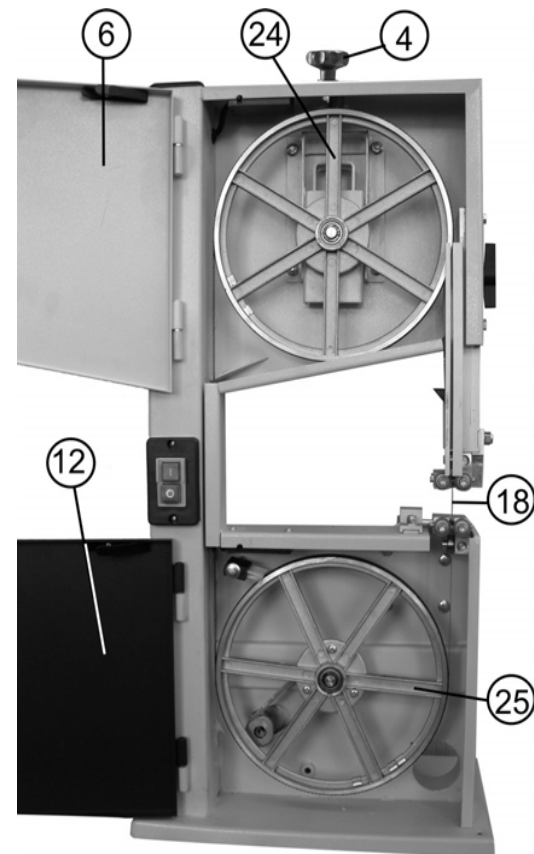

Рис.7
11.3. Регулировка смещения пильной ленты (Рис. 7, 8)
- 13.3. Уход за поверхностью колес (Рис.7).**
Во избежание возможных негативных последствий регулярно: удаляйте опилки и пыль во внутренней части пилы со всех элементов конструкции и с колес (24) и (25) (Рис.7); Очищайте смолу, накапливающуюся на рабочем столе (11), Рис.2, направляющих пильной ленты (9) и (32), Рис.9,10, и подшипниках (28,30,34,40,35) . (Не используйте растворители). С помощью жесткой щетки, удаляйте смолу и опилки с колес (24) и (25), Рис.7. Не применяйте растворители!.
11.4. Регулировка натяжения пильной ленты (Рис.7)
- 11.7.3. Соблюдая меры предосторожности (надеть перчатки), снимите пильную ленту (18), Рис.7.